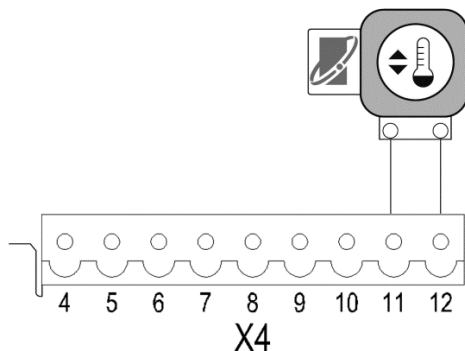

Abb. 22: Anschluss OpenTherm Raumeinheit
- ➔ Schließen Sie die Raumeinheit gem. Abb. 22 an.